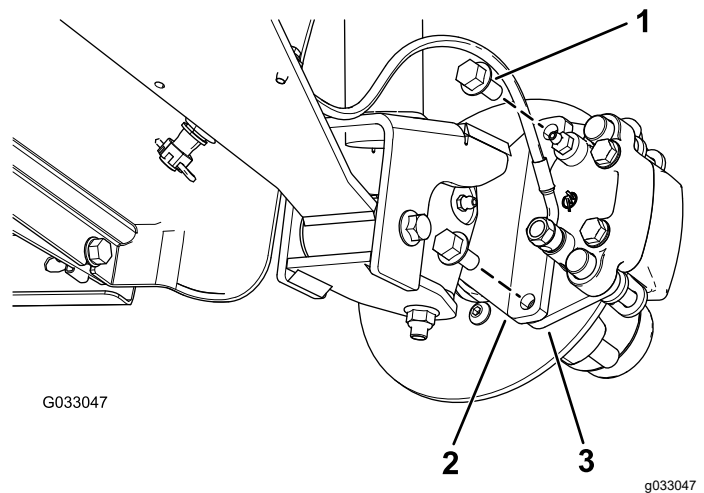
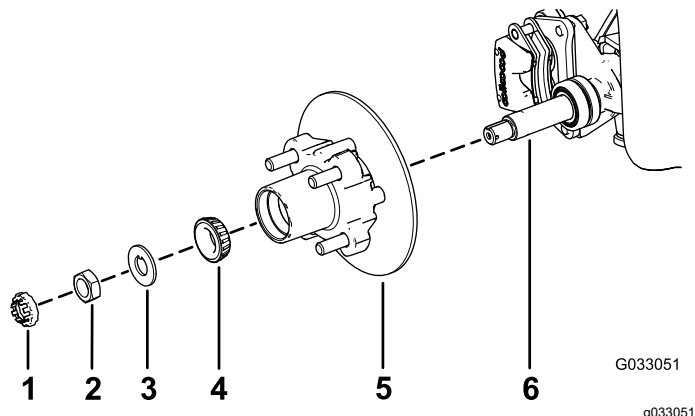

Figure 29
Figure 33
3. Retirez les boulons à embase ($\frac{3}{8}$ " x $\frac{3}{4}$ ") qui fixent le support du frein à la fusée et séparez le frein de la fusée (Figure 29).
1. Appliquez une fine couche de la graisse spécifiée sur la fusée (Figure 33).
2. Montez le moyeu et le rotor sur la fusée en plaçant le rotor à l'intérieur (Figure 33).
3. Montez le roulement extérieur sur la fusée et poussez le roulement contre la bague (Figure 33).
4. Montez la rondelle-frein à languette sur la fusée (Figure 33).
5. Vissez l'écrou de fusée sur la fusée et serrez l'écrou à 15 N·m tout en tournant le moyeu pour bien asseoir le roulement (Figure 33).
2. Alignez les plaquettes de frein de chaque côté du rotor (Figure 29) et alignez également les trous dans le support d'étrier et ceux de la fixation du frein sur le porte-fusée (Figure 33).
3. Fixez le support d'étrier au porte-fusée (Figure 29) à l'aide de 2 boulons à embase ($\frac{3}{8}$ " x $\frac{3}{4}$ ").